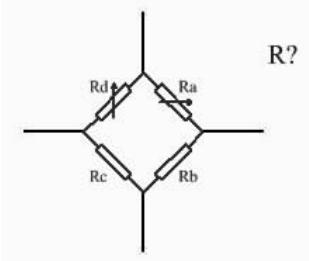

图 2-31 放置的“Res Bridge”元件
(1) 在元件库管理器面板的“Libraries”下拉列表框中选择“Miscellaneous Devices. IntLib”选项。
(2) 在元件列表框中找到“Res Bridge”并选定。
(3) 双击“Component Name”中的“Res Bridge”,此时屏幕上会出现一个随鼠标指针移动的可调电桥元件图形,将其移动到适当的位置后单击使其定位,如图 2-31 所示。